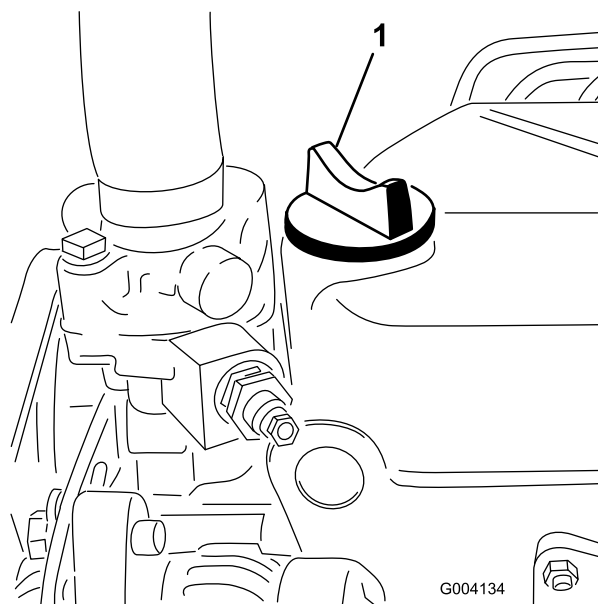

Рисунок 28
5. Если уровень масла ниже метки Full («Полный»), снимите крышку заливной горловины (Рисунок 28) и долейте масло до отметки Full («Полный») на щупе.